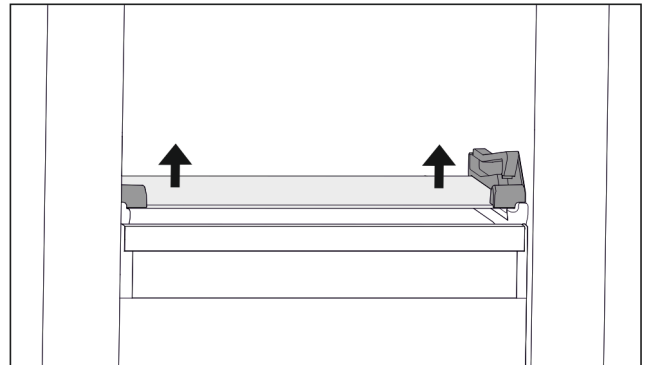

Fig. 107 Ripiano in vetro del cassetto ribaltabile
- ▶ Premere il ripiano in vetro dal basso verso l'alto su entrambi i lati. (vedere Fig. 107)